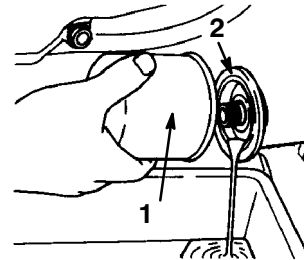

Bild 30
5. Stellen Sie ein sauberes Auffanggefäß unter den Ölfilterstutzen (Bild 30).